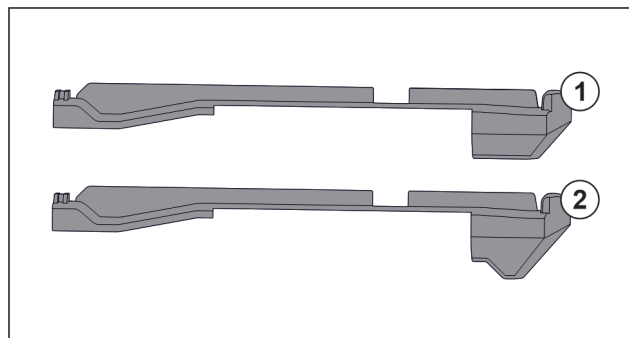

Fig. 124 Confronto degli elementi inseribili
Nell'apparecchiatura si trovano due diversi elementi inseribili. L'elemento inseribile sopra il cassetto più in basso Fig. 124 (2) presenta un bordo triangolare. Tutti gli altri elementi inseribili Fig. 124 (1) dispongono di un bordo dritto.
- Applicare l'elemento inseribile Fig. 124 (2) con il bordo triangolare sopra il cassetto più in basso.
- Applicare l'elemento inseribile Fig. 124 (1) con il bordo dritto su tutti gli altri punti.